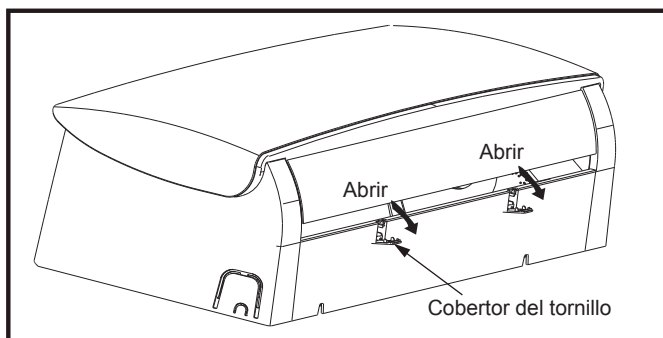
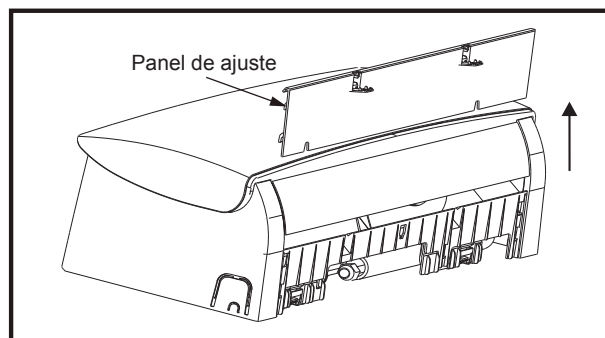

Fig. 8
Fig. 9
- 2) Abra el cobertor del tornillo como se muestra en la Fig. 8 y quite el tornillo. Luego, quite el panel de ajuste como se muestra en la Fig. 9.